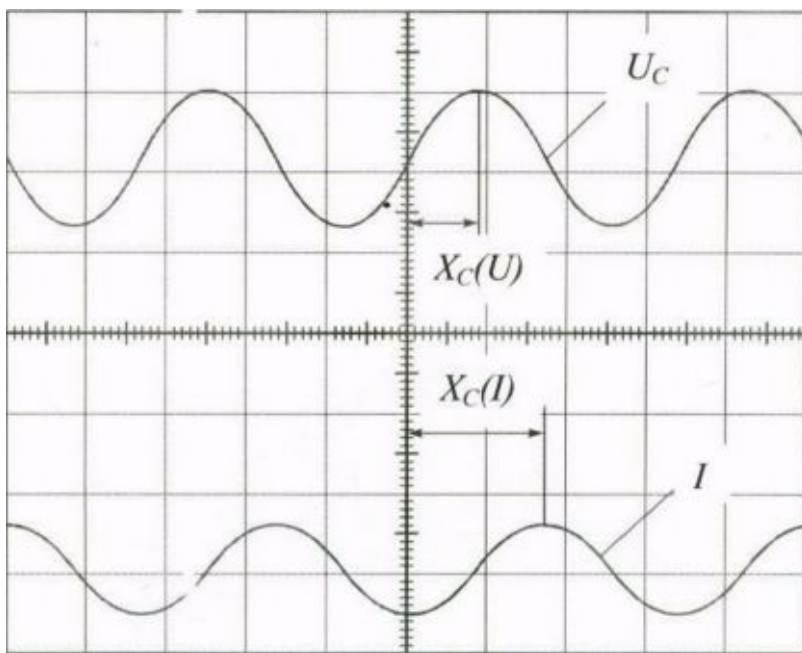

Рис. 8.7
6. Получить устойчивое изображение на экране осциллографа (рис. 8.7).
осциллографа при подключении конденсатора приведён на рис. 8.7.